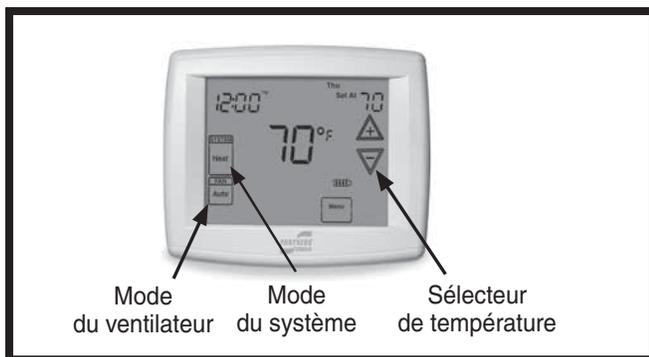

Figure 1. Thermostat numérique
1. Réglez le commutateur du thermostat sur le mode du système sur COOL ou AUTO et le mode du ventilateur sur AUTO. Voyez la Figure 1.
1. Réglez le commutateur du thermostat sur le mode du système sur HEAT ou AUTO et le mode du ventilateur sur AUTO. Voyez la Figure 1.
1. Réglez le commutateur du thermostat sur la position AUTO et le commutateur du ventilateur sur AUTO. Voyez la Figure 1.
Réglez le mode du ventilateur du thermostat sur ON (Figure 1). Le ventilateur intérieur démarrera immédiatement et continuera de fonctionner jusqu'à ce qu'il soit réglé sur AUTO.
Réglez le commutateur du thermostat sur le mode du système OFF et le mode du ventilateur sur AUTO. Voyez la Figure 1. **REMARQUE :** Le système ne fonctionnera pas, peu importe les réglages du sélecteur de température.